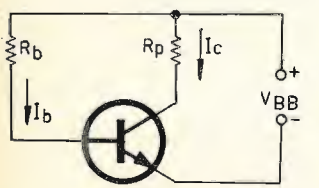

figura 5
La figura 5 mostra il montaggio da noi adottato per tali rilievi, mettendo in evidenza le correnti che scorrono nel transistor, così come abbiamo fatto per le figure precedenti.
- 5) Misura di I_c per $I_b = 10 \mu A$: si realizza il montaggio di figura 5.